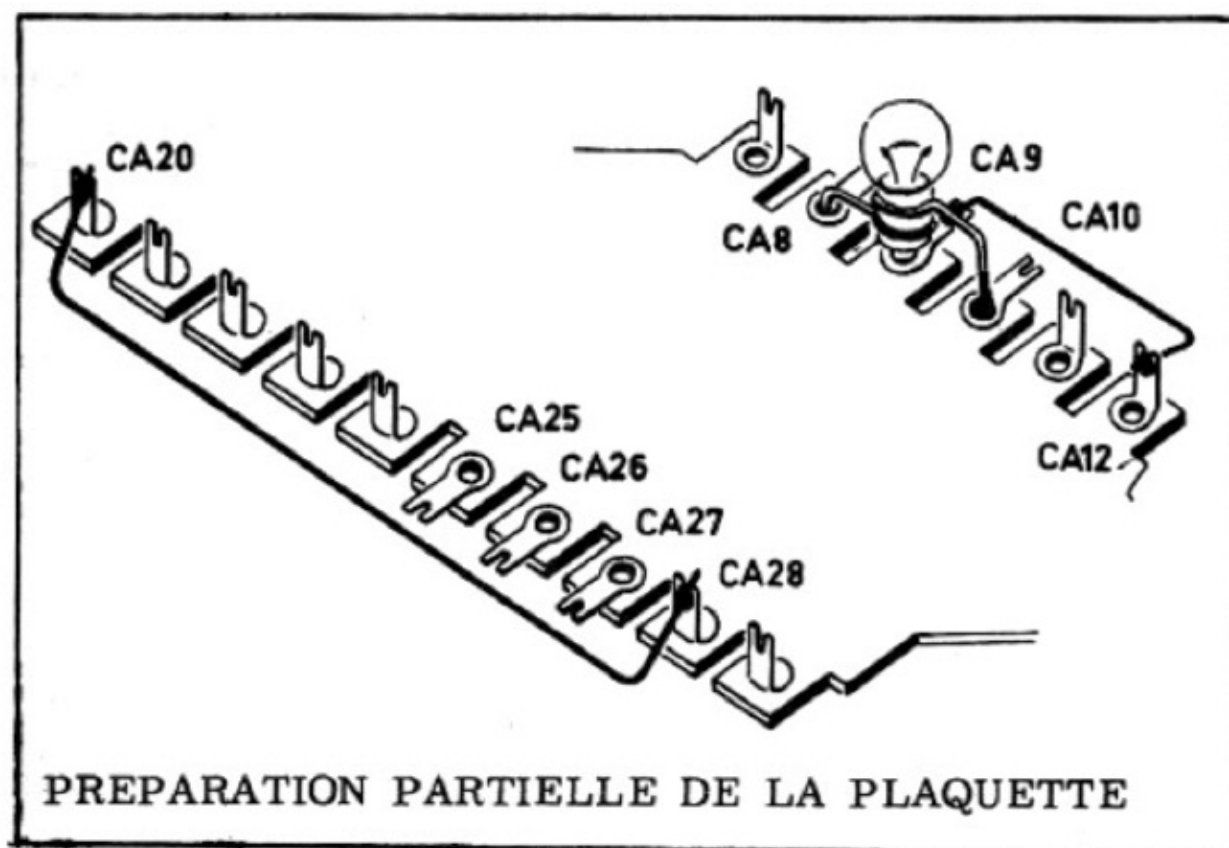

Figure 12
c) Coupez un morceau de fil isolé noir de 9 cm. et disposez le entre les languettes des cosses CA20 et CA28, conformément à la *figure 12* soudez sur ces deux points.